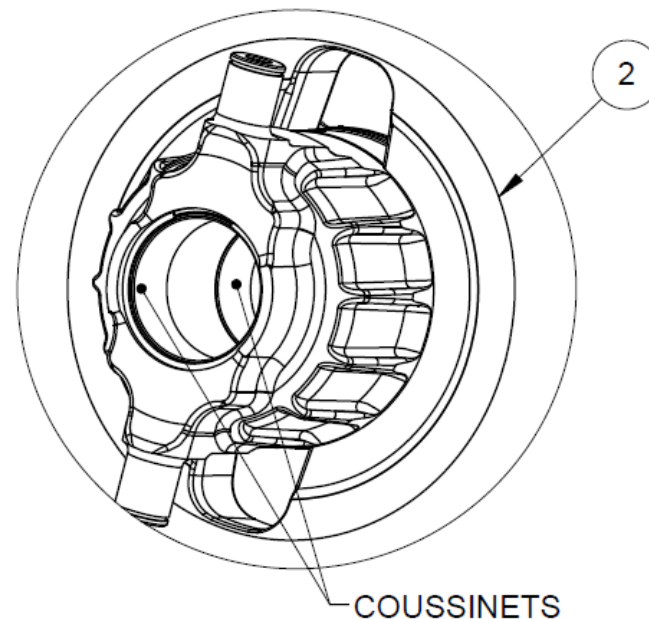

Figure 24
- Vérifiez les marques d'usure sur les rampes avant ⑩ et arrière ⑪.
- Vérifiez les marques d'usure sur le ressort ⑥.
- Vérifiez l'usure des coussinets du flasque coulissant ② (inspection visuelle uniquement, figure 24). En cas d'usure excessive, vous devez remplacer le flasque coulissant ② en entier.
Les coussinets ne peuvent pas être retirés du flasque coulissant ② (figure 24).